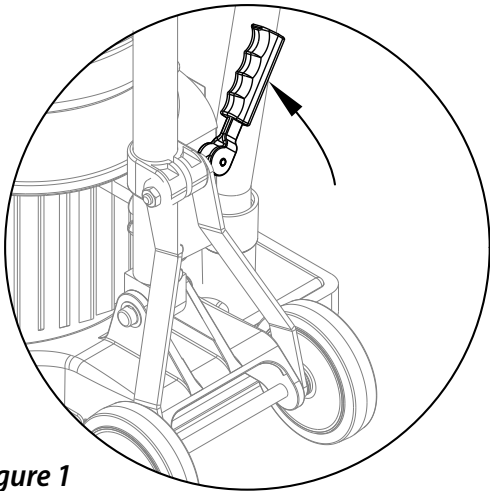

Figure 1
- 2 Relevez le manche de l'appareil et bloquez-le en position droite. Pour bloquer le manche, tirez le levier de blocage par compression du manche vers le haut (voir la figure 1).